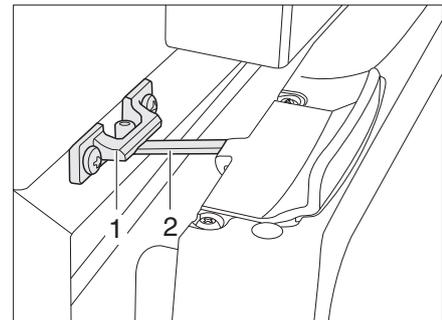

Bild 280 Kühlschranktür in Lüftungsstellung (Thetford)
- Verriegelung (Bild 280,2) aufklappen und in der Verriegelungsaufnahme (Bild 280,1) einrasten. Die Kühlschranktür bleibt damit leicht geöffnet.